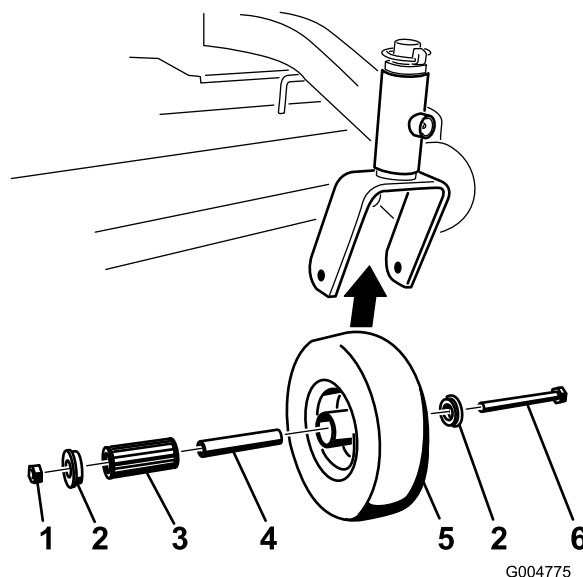

Figure 45
2. Enlevez une bague, puis sortez la douille pour clé et le roulement à rouleaux du moyeu de roue (Figure 45).
3. Enlevez l'autre bague du moyeu, puis nettoyez la graisse et les saletés éventuellement présentes dans le moyeu (Figure 45).
4. Examinez l'usure du roulement à rouleaux, des bagues, de la douille pour clé et de l'intérieur du moyeu. Remplacez les pièces endommagées ou usées (Figure 45).
5. Pour le remontage, placez une bague dans le moyeu de la roue. Lubrifiez le roulement à rouleaux et la douille pour clé, et insérez-les dans le moyeu. Mettez la deuxième bague dans le moyeu (Figure 45).
6. Montez la roue pivotante dans la chape à l'aide du boulon et du contre-écrou. Serrez le contre-écrou jusqu'à ce que la base de la douille pour clé soit en appui contre l'intérieur de la chape (Figure 45).
1. Enlevez le contre-écrou et le boulon de fixation de la roue pivotante à la chape (Figure 45).